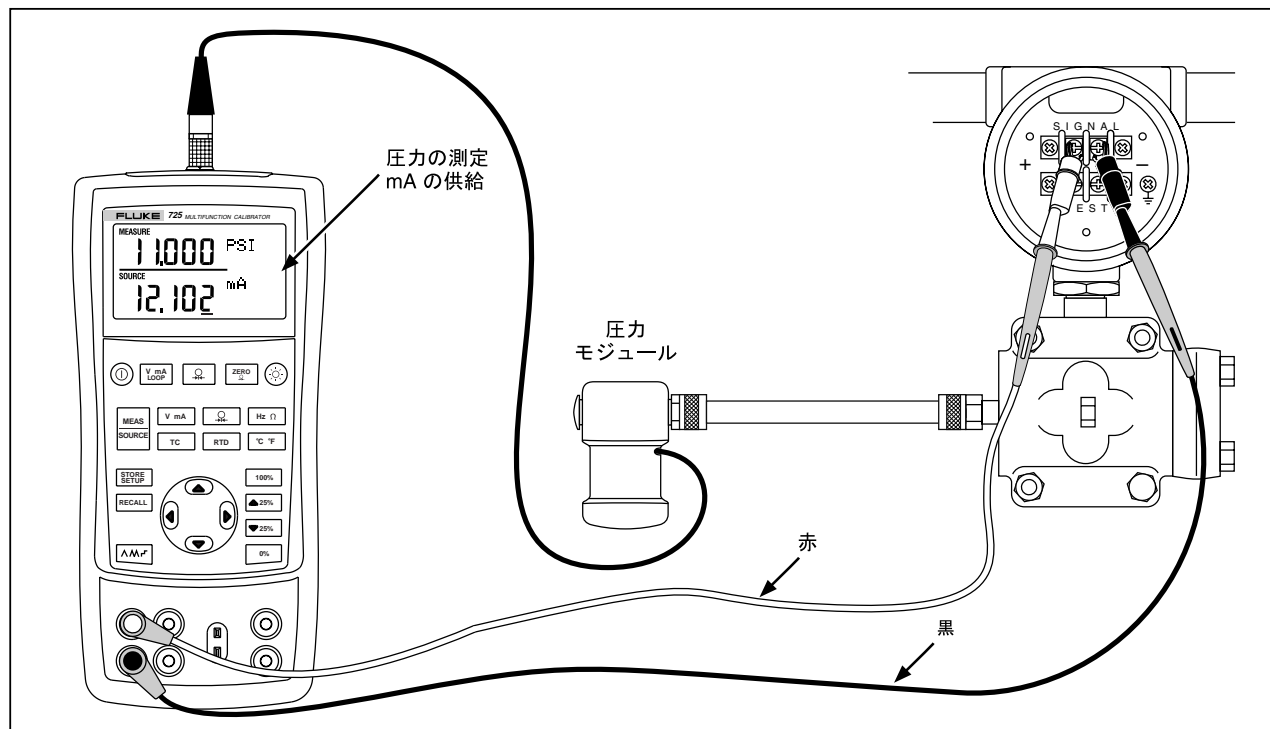

図 21. 電流-圧力 (I/P) 伝送器の校正
1. 図 21 に示すように、被試験計器にテスト・リードを接続してください。接続は、電流-圧力伝送器をシミュレートし、対応する出力圧力を測定します。